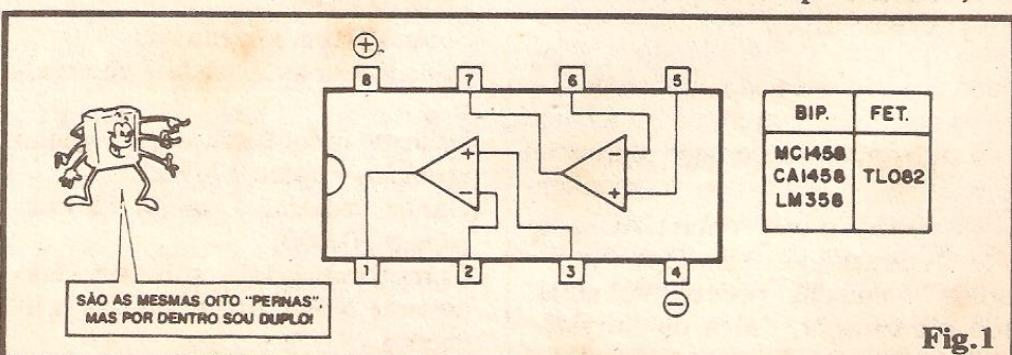

Fig.1
**FIG. 1 - DOIS OPERACIONAIS NUM SÓ INTEGRADO** - O diagrama mostra a pinagem/organização típicas de um Integrado duplo Amp.Op., relacionando os códigos mais comuns para os componentes bipolares e FETs... Notem que a configuração de pinagem é válida também para muitos outros "códigos de fabricante", equivalentes a duplo Amp.Op. Logo "de cara" observamos que os fabricantes "conseguiram enfiar", num Integrado de tamanho externo igual ao de um 741 "normal" (8 pinos, DIL), nada menos que dois blocos Operacionais completos, cada um com suas Entradas, inversora e não inversora, e Saídas, totalmente individualizadas através da pinagem respectiva... Alguma coisa tinha que se "perder" e - efetivamente - os controles de "zeramento" (OFF SET) normalmente não estão disponíveis (como ocorreria num Integrado DIL de 8 pinos com apenas um Amp.Op. "lá dentro"....). Como, entretanto, existem outras maneiras circuitais de se promover a "compensação" ou "zeramento" da Tensão de Saída (além do modo obviamente simples, com um trim-pot entre os pinos 1 e 5, com o cursor "negativado"....), essa aparente insuficiência pode, tranquilamente, ser ultrapassada... Nessa configuração dupla, normalmente os acessos da alimentação encontram-se no pino 8 (positivo) e 4 (negativo), abrangendo - como já foi dito - a energização simultâ-